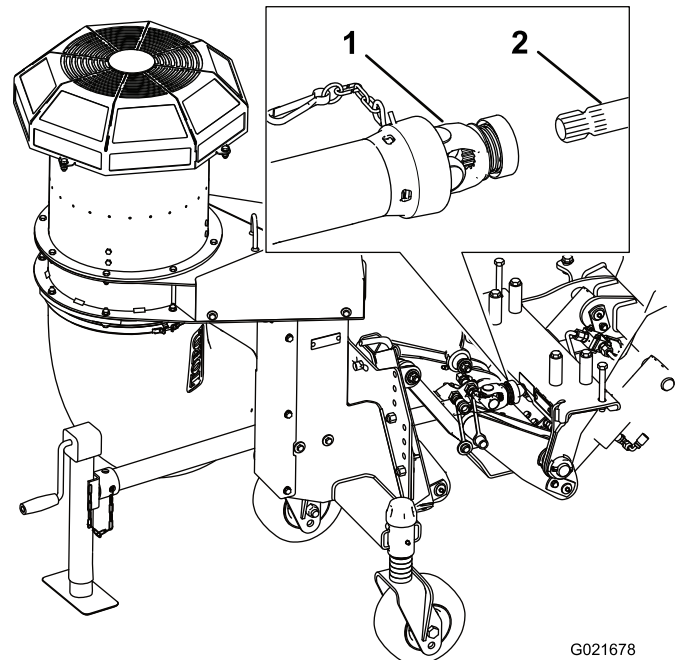

Bild 13
6. Befestigen Sie die Sicherheitskette am Schnellkupplungsrahmen (Bild 13).